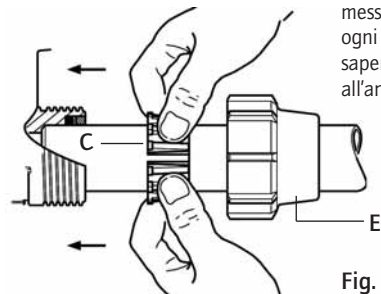

Fig. 2
- Collocare nel tubo tagliato precisamente e smussato, il dado (Fig. 2-E) e l'anello dentellato (Fig. 2-C).
- Introdurre il tubo negli orifici di entrata e di uscita d'acqua (Fig. 2).
- Spingere fino all'arresto l'anello dentellato (Fig. 2-C) sull'entrata, poi l'altro sull'uscita dell'acqua.
- Stringere il dado (Fig. 2-E).